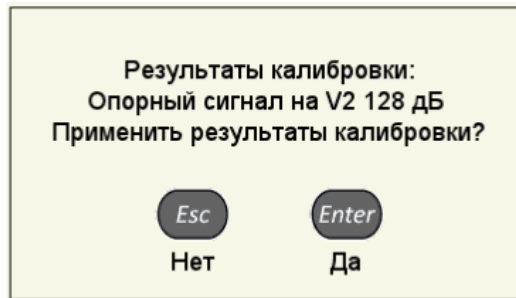

Рисунок 52
- для сохранения настроек нажать клавишу **Enter**. Откроется подтверждающее окно (рисунок 52).